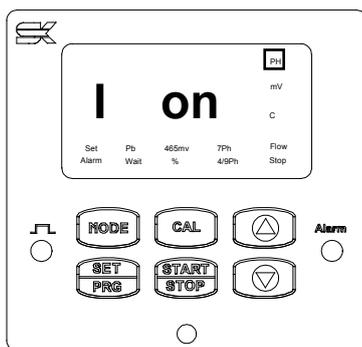
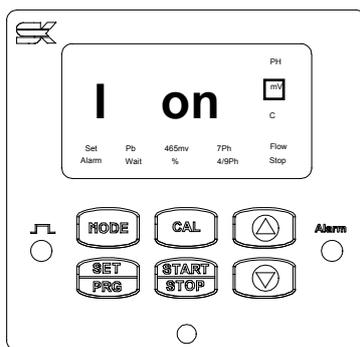

Рис. 1
Рис. 2
- 3) При нажатой кнопке **SET/PRG**, подключите изделие к питающей сети. Дисплей покажет: **r 1.0**, сопровождаемое индикацией **InP** (вход). Далее дисплей отобразит: **I on** (индикатор **I** активизирован). Также включится или индикатор **pH**, или **mV**, сигнализируя соответственно о режиме контроля pH (см. рис. 1), или о режиме контроля Redox (см. рис. 2).
- 4) Отпустите кнопку **SET/PRG**. Нажмите кнопку **▲** или **▼**, и выберите желаемый режим контроля: **контроллер pH + дозирующий насос** (светится индикатор **pH** – см. рис. 1), **контроллер Redox + дозирующий насос** (светится индикатор **mV** – см. рис. 2), режим простого дозирования светится индикатор **C** – см. рис. 3),